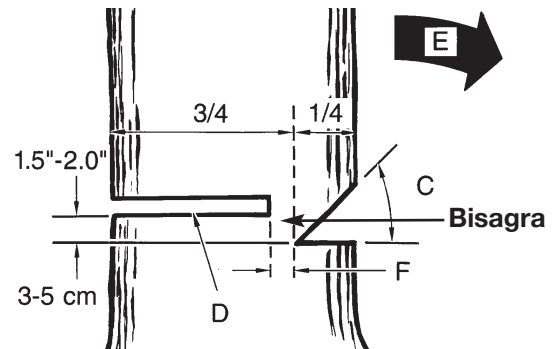

Fig. 13
Normalmente, la caída se compone de 2 operaciones, mella (C) y corte de caída (D) (Fig. 13).
Comience la mella (C) en el lado que apunte a la dirección de caída (E). No haga este corte demasiado profundo en el tronco (Fig. 13).
La mella (C) debe tener profundidad suficiente para crear una bisagra (F) con la fuerza y la anchura suficiente. La mella debe ser lo suficientemente ancha para controlar la caída del árbol tanto tiempo como sea posible (Fig. 13).
Haga el corte de caída (D) desde el otro extremo del árbol 1,5 - 2,0 pulgadas (3-5 cm) por encima del eje de la mella (C) (Fig. 13).